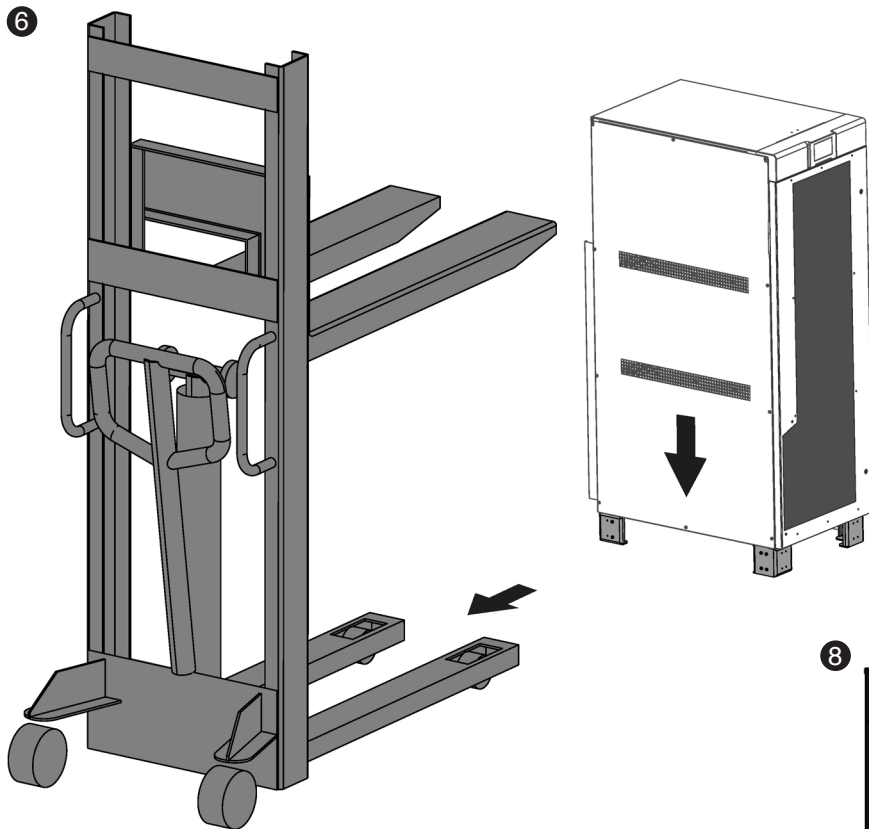

Fig. 32. Emplacement définitif de l'équipement et retrait du transpalette.
- ❻ Déplacez l'équipement jusqu'à son emplacement final (Fig. 32).